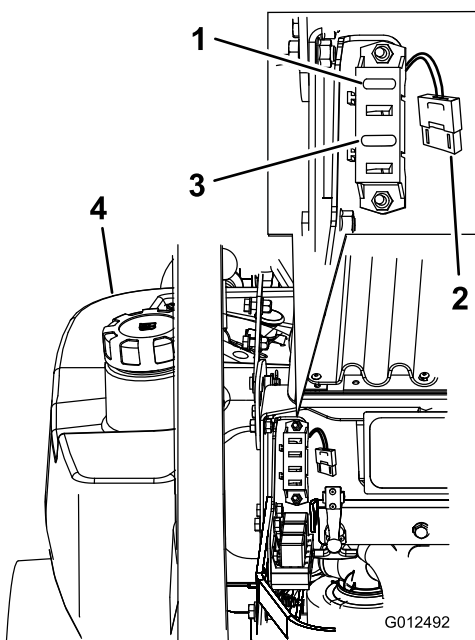

Figura 58
1. Sbloccate il cofano del motore ed alzatelo per accedere al portafusibili (Figura 58).
3. Montate un fusibile nuovo (Figura 58).